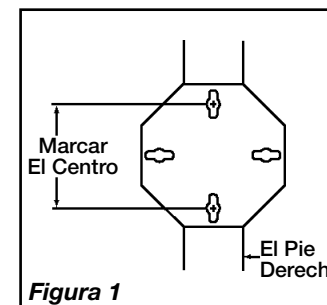

Figura 1
3. Instalar un tornillo (no. 8 x 1-1/4" para madera o uno equivalente (2x)), NO SUMINISTRADO - comprarlos por separado), en cada uno de los puntos marcados. (Figura 1)